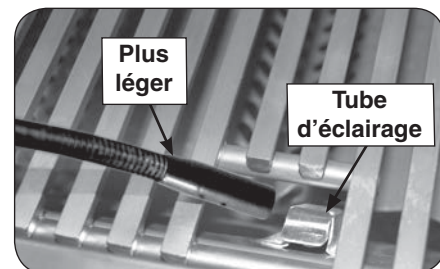

Fig. 26-2 - Éclairage manuel
**ATTENTION:** Attendez toujours cinq (5) minutes le gaz pour se dégager après que n'importe quelle tentative non réussie d'éclairage.
2. Passez un allumeur brûlant de butane de long-baril ou une allumette brûlante de long-tige dans la grille à cuire s'ouvrant au dessus du tube d'éclairage. (Fig. 26-2). Pour des backburners, tenez la flamme contre le surface du backburner.
4. Si le brûleur ne se allume pas dans les cinq (5) secondes de tourner le bouton de commande, enfoncez immédiatement le bouton et tournez la valve à AU LOIN. ATTENDEZ CINQ (5) MINUTES avant de répéter les étapes 2 à 4 des instructions manuelles d'éclairage.